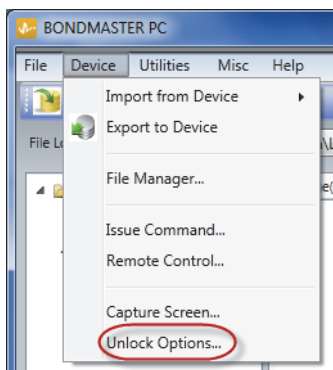

图 7-21 解锁选项指令
1. 在 BondMaster PC 软件的 **Device**（设备）菜单中，选择 **Unlock Options**（解锁选项）（参见第 191 页的图 7-21）。